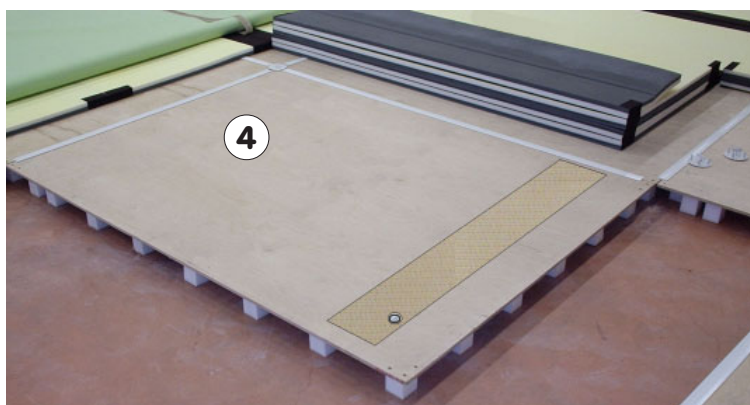

Figure 16
- Démontez les bordures du plancher pour accéder aux plaques d'angles **(3)** et **(4)** (2 x 1,5 m) (voir **Fig. 15** et **Fig. 16**).
- Monter le plat d'haubanage **(8)** à l'aide de la visserie **(5)**, **(6)**, et **(7)**, sous chaque plaque suivant **Fig. 16**, en l'orientant à 45° suivant **Fig. 18**, avant de serrer pour bloquer sa rotation.